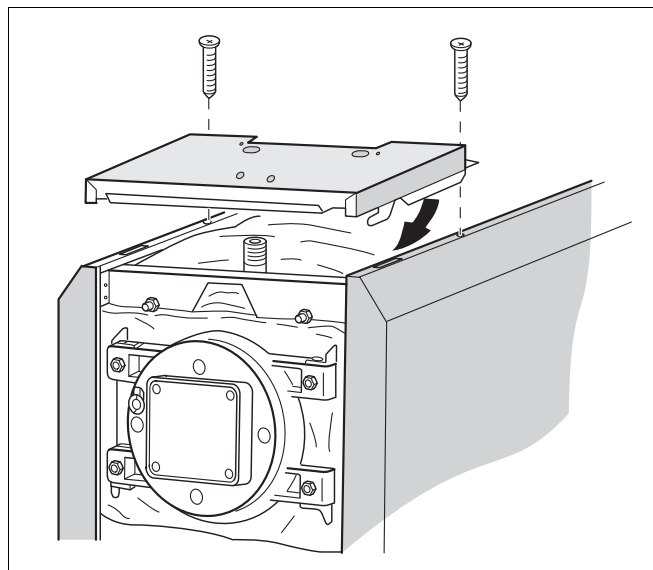

Рис. 16 Установка передней крышки котла
- Положите переднюю верхнюю крышку котла сверху на отбортовку боковых стенок и сдвиньте вперед до защелкивания в вырезах крюков справа и слева (рис. 16).
- Закрепите переднюю крышку котла, для чего вставьте в отверстия в планках крышки и в отбортовке боковых стенок два самореза и заверните их в боковые траверсы (рис. 16).